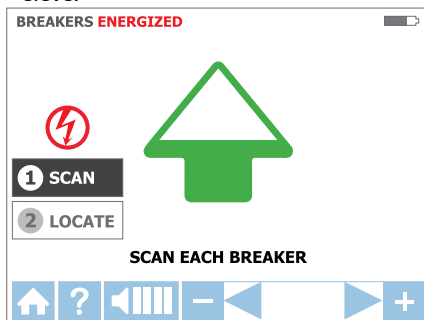

Figure 3.3b
Étape 1 - ① BALAYAGE :
1. L'appareil démarre automatiquement en mode ① **BALAYAGE** comme indiqué en Figure 3.3b.